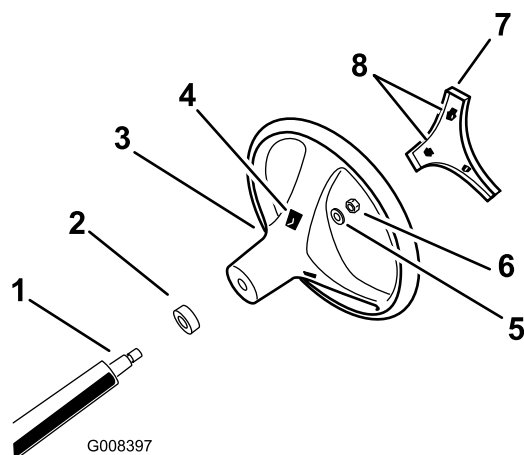

図 3
4. 図3に示すようにロックナットでハンドルを固定し、24-29 N·m 2.5-3.0 kg/m = 18-22 ft-lb にトルク締めする。
5. ハンドルのセンターカバーをハンドルのスロットに合わせて押し込み、センターカバーをハンドルハブに固定する図3。